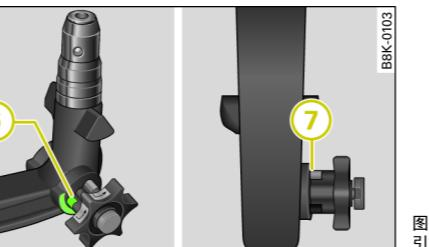

图 231 可拆卸的拖车牵引装置：安全检查
- 检查手轮上的绿色标记 ⑥ ⇒ 图 231 是否在球节牵引杆的绿色标记部位。
- 检查手轮是否紧贴球节牵引杆，手轮和球节牵引杆之间应无间隙 ⑦。